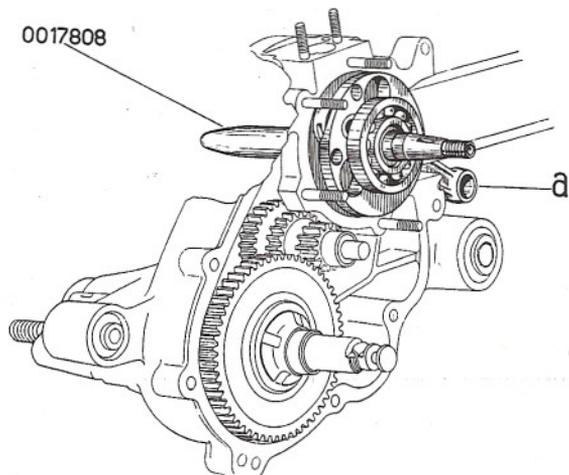

Fig. 11/E - Albero motore sul semicaroter lato frizione
- b) Montare l'albero motore completo di cuscinetti nel semicartermo lato frizione (fig. 11/E). L'operazione deve essere eseguita non appena montato l'anello di tenuta, in modo che la sede del cuscinetto sia ben calda (circa 80° C; ved. figg. 9/E - 10/E).